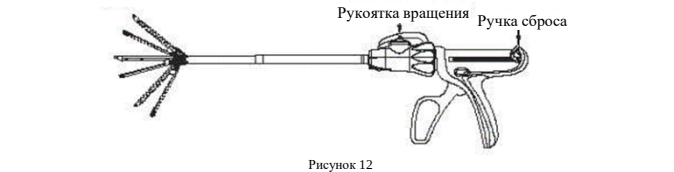

Рисунок 12
3. Одной рукой удерживайте неподвижную рукоятку и поворачивайте рукоятку вращения другой рукой. Угол бранши можно отрегулировать до значения не менее 22,5° с одной стороны. При фиксации рукоятки вращения в определенном положении, угол бранши можно заблокировать. Для возврата бранши в линейное положение поверните рукоятку вращения в центральное положение, и бранши автоматически вернутся на место (см. рисунок 12).